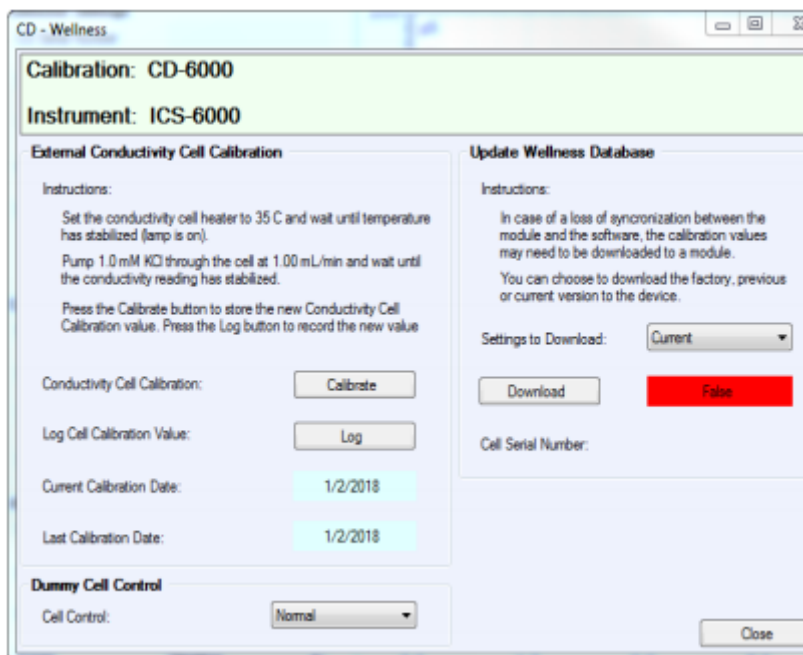

图 10-56. “Wellness” 面板: Dionex ICS-6000 电导检测器
2. 在**检测器设置**中，点击“**校准 (Calibration)**”。打开“**Wellness**”面板（见图 10-56）。